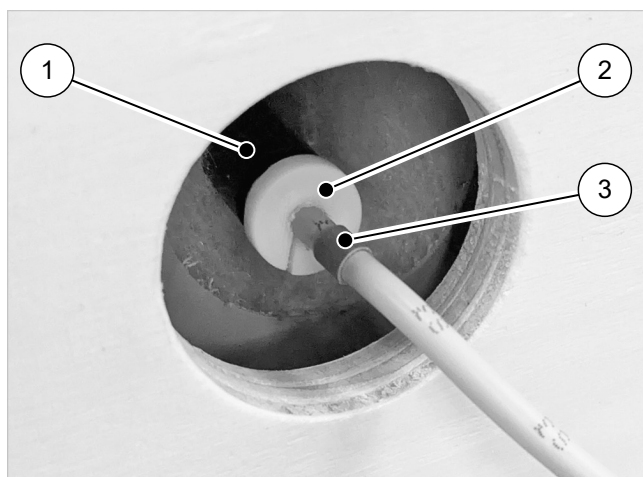

Fig. 19: Montaje de los sensores S1, S3 y S4
Instale los sensores S1, S3 y S4 según se indica en → la fig. 19 en el tubo guía correspondiente (1), que ya vienen pre-montados en el acumulador. Para ello, introduzca cada sensor en el tubo guía hasta que el anillo de referencia de inserción (3) quede lo más cerca posible de la abertura del tubo guía. Por último, introduzca el tapón de seguridad (2) en el tubo guía hasta el tope.